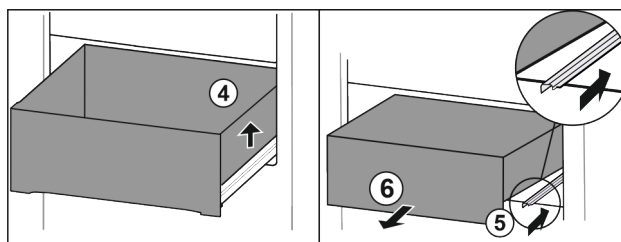

Fig. 78
► Ridicați sertarul din dreapta. Fig. 78 (4)
► Inșerați șina din dreapta. Fig. 78 (5)
- ▶ Extrageți sertarul spre înainte. Fig. 78 (6)